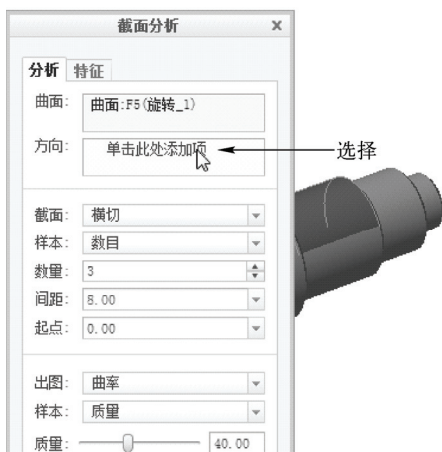

图 12-56 选择相应选项
STEP 04 在“截面分析”对话框的“方向”列表框中选择“单击此处添加项”选项，如图 12-56 所示。